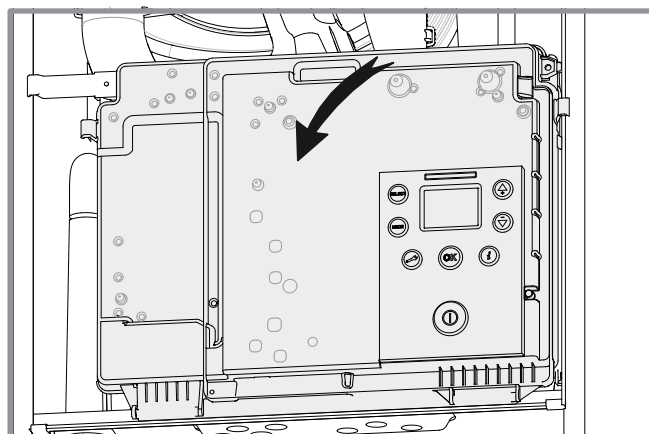

figure 20 - Basculement du coffret électrique
- Abaisser le coffret électrique (figure 20). Lors de l'ouverture, maintenir le coffret.